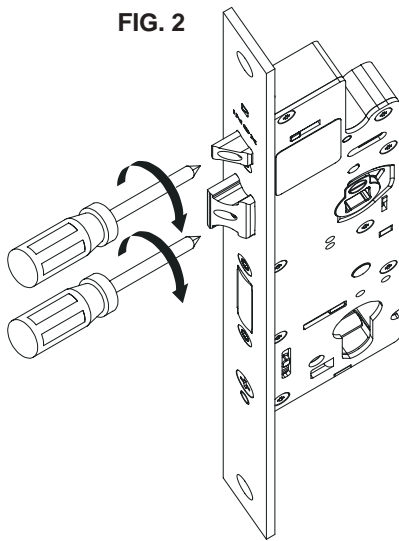

FIG. 3
- Defina el lado antipánico (la barra antipánico o la manilla hacen retroceder el picaporte y la palanca) (Fig. 3). El tornillo "L" siempre debe estar en el lado interior (lado antipánico).